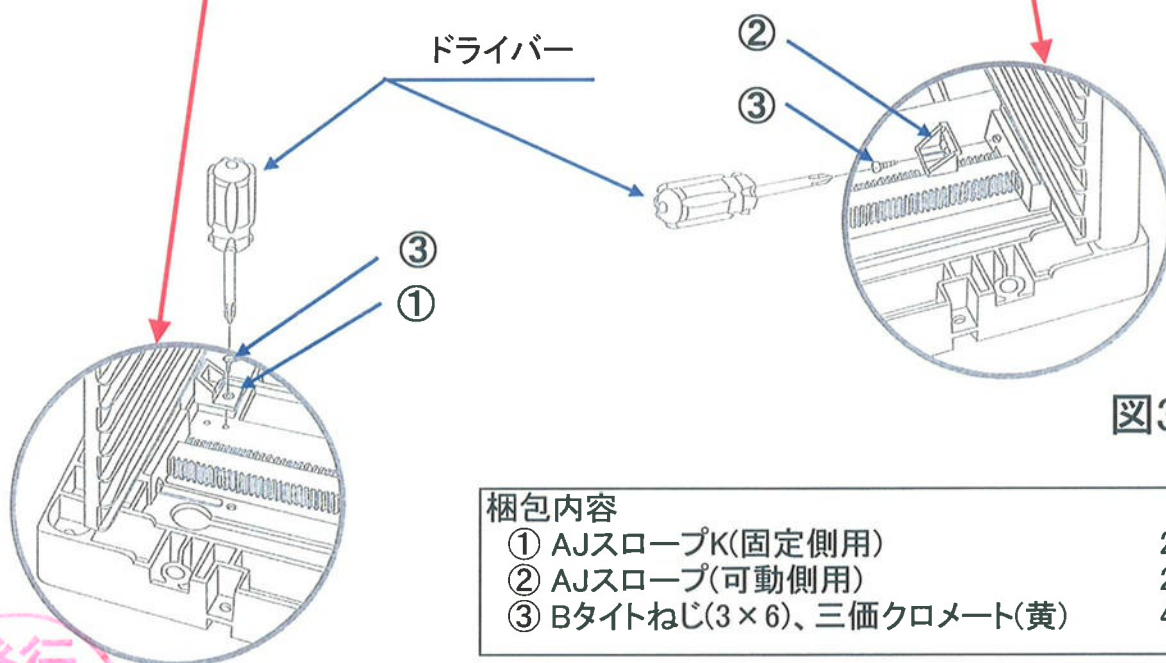

図3
可動側: 樹脂のコーナージョイントに②を取り付けます。(図3参照)